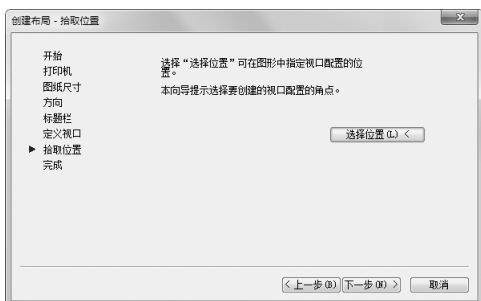

图 7-90 “创建布局 – 拾取位置”对话框
(7) 单击“下一步”按钮，打开如图 7-90 所示的“创建布局 - 拾取位置”对话框。在该对话框中单击“选择位置”按钮，系统将暂时关闭该对话框，返回到绘图区，从图形中指定视口配置的大小和位置。